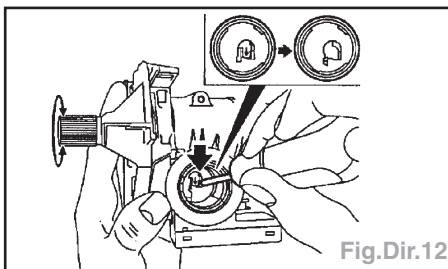

Fig.Dir.12
- Contrôler la souplesse de l'arbre de direction en appuyant sur le boulon de blocage (flèche) jusqu'à son enclenchement ou déverrouiller l'antivol et tourner l'arbre de direction (Fig.Dir.12).